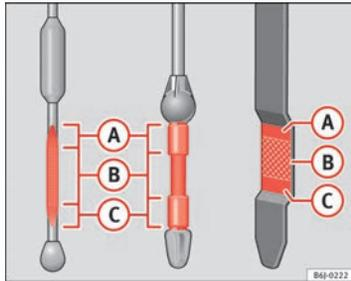

Fig. 118 Aste di misurazione livello olio motore
L'asta di misurazione indica il livello dell'olio. ⇒ fig. 118.
- Il livello di olio non deve mai superare la zona **A** ⇒ fig. 118. Pericolo di danneggiamento del sistema di scarico!